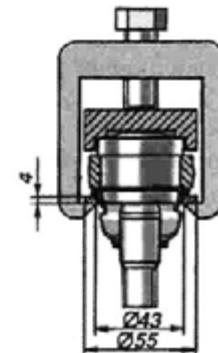

Рис. 6.30. Запрессовка защитного колпака шарнира
- взять новый защитный колпак и надеть его на корпус и палец шарнира с помощью универсального съемника и шайбы (рис. 6.30), предварительно заложив в него от 1 до 1,5 г смазки;